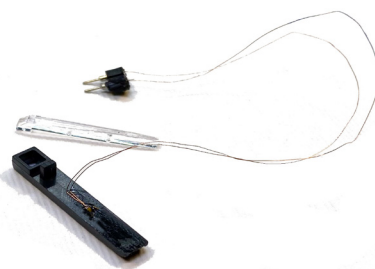

Figura 4. Led luce cabina
19. Incollare il led dopo averlo inserito in un foro praticato nel supporto della guida luce per il 3° faro, come da Figura 4, (mascherando anche l'interno del supporto stesso per evitare eventuali spiacevoli riflessi di luce nel 3° faro).